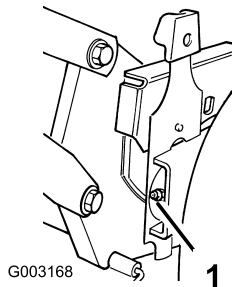

Figure 28
2. Essuyez les graisseurs avec un chiffon propre (Figure 28).